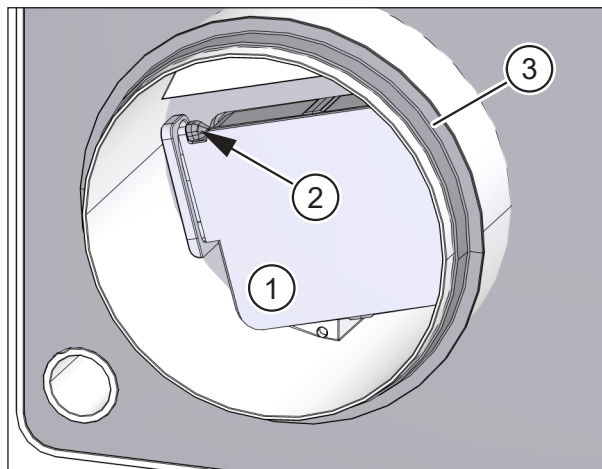

Fig. 32: Verificarea clapetei de aer pe racordul de evacuare a aerului
- ▶ Verificați poziționarea corectă a clapetei de aer (elementul 1 în Fig. 32) pe racordul de evacuare a aerului în suport (elementul 2 în Fig. 32).
- Pentru facilitarea instalării unității (a se vedea secțiunea 11.6 la pagina 35), puteți aplica vaselină pe elementele de etanșare (elementul 3 în Fig. 32) de pe racordurile pentru aer.